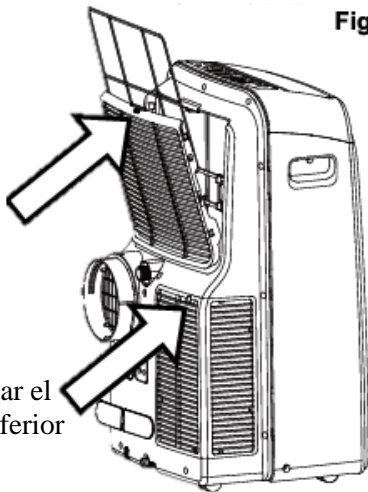

Fig. 7c
- Seque bien antes de volver a colocar los filtros. (fig. 7c)